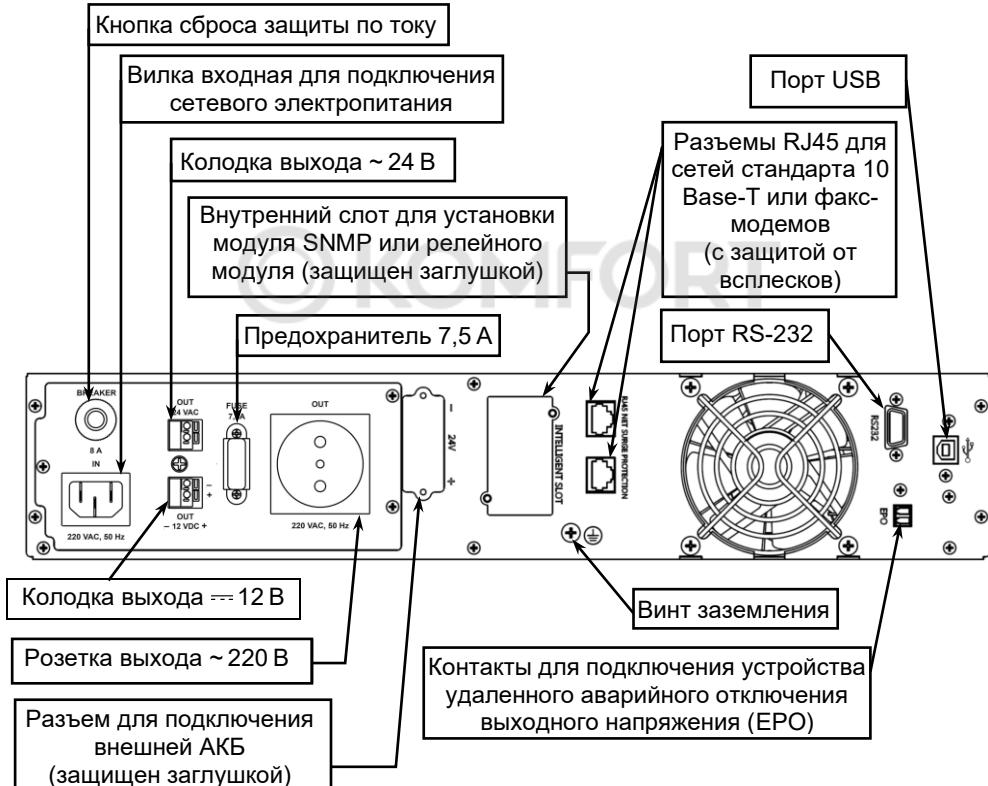

Рисунок 2 – Общий вид задней панели изделия
- вентилятор охлаждения и разъемы коммутационных портов (см. рисунок 2);
Соедините винт заземления изделия (см. рисунок 2) с контуром заземления телекоммуникационного шкафа перемычкой заземления (в комплект поставки не входит).
- подключите к выходной розетке с маркировкой «220 VAC, 50 Hz» кабель питания нагрузки (см. рисунок 2);